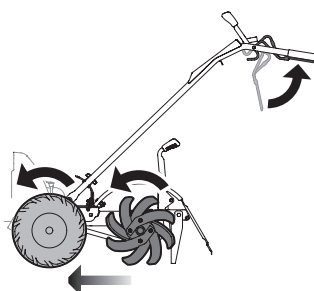

Figure 18
- b. Les dents tournent et labourent la terre dès que le motoculteur avance. Placez-vous à l'arrière du motoculteur et légèrement de côté. Tenez le guidon fermement. Laissez le motoculteur avancer à son propre rythme. Voir Figure 18. Relâchez la commande d'embrayage des dents pour arrêter les dents et les roues.